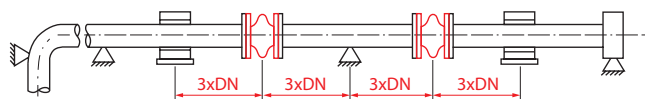

рис. 1
4. Перед началом монтажа необходимо отцентрировать подводящий и отводящий трубопроводы, зафиксировав их на расстоянии не менее $3 \times DN$ трубы от компенсатора (рис. 1)
5. Компенсаторы следует устанавливать непосредственно за неподвижной опорой. За компенсатором следует предусмотреть подвижные опоры (рис. 1).